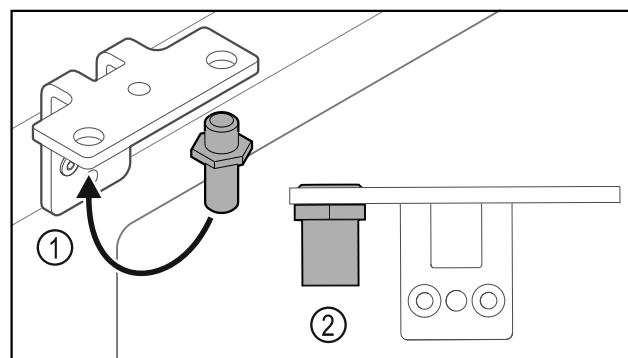

Fig. 37
- Mutăti bolțul Fig. 37 (1) în colțarul balamalei.
- Strângeți bolțul Fig. 37 (2) cu **cuplul de 12 Nm**.